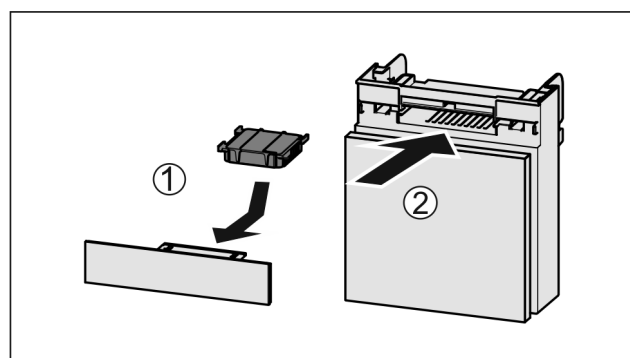

Fig. 70
- ▶ Insérer le filtre à charbon actif d'après le schéma Fig. 70 (1).
- ▶ Insérer le compartiment Fig. 70 (2).